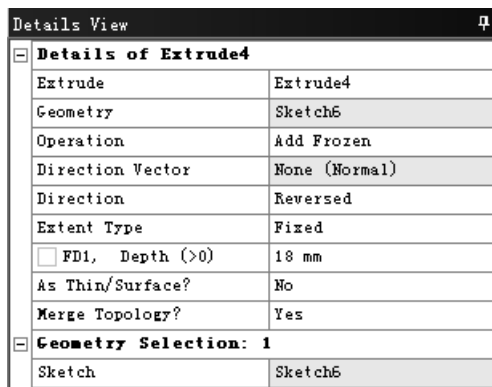

图 3.13.29 “Details View”对话框
(2) 在工具条中单击  按钮，弹出图 3.13.29 所示的“Details View”对话框，使用草图 6 作为截面，在 **Operation** 下拉列表中选择 **Add Frozen** 选项，在 **Direction** 下拉列表中选择 **Reversed** 选项，在 **FD1, Depth (>0)** 文本框中输入数值 18，其他采用系统默认设置值。单击工具条中的  按钮，完成拉伸特征 4 的创建。